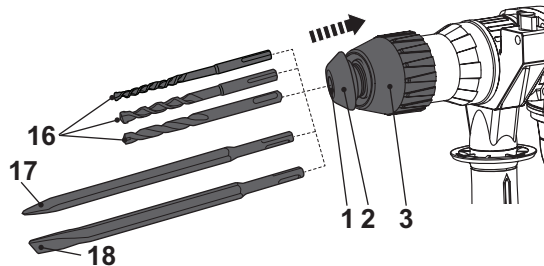

Fig.1
- > Repousser le manchon de mandrin (3) et le maintenir en position.
- > Insérer le foret / burin SDS avec un mouvement rotatif jusqu'à la butée dans le mandrin de serrage (1) (fig. 1).